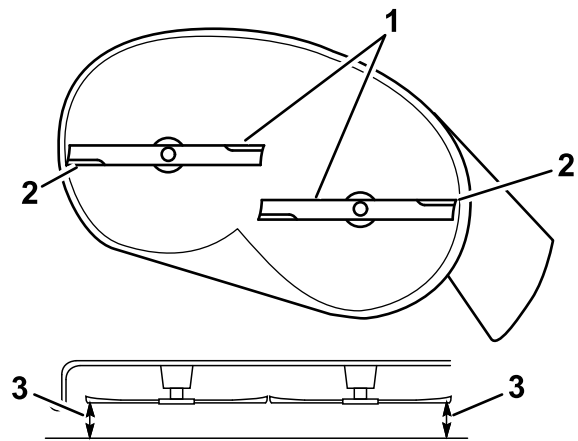

Bild 66
5. Messen Sie den Abstand zwischen den äußeren Schnittkanten und der ebenen Oberfläche (Bild 66).